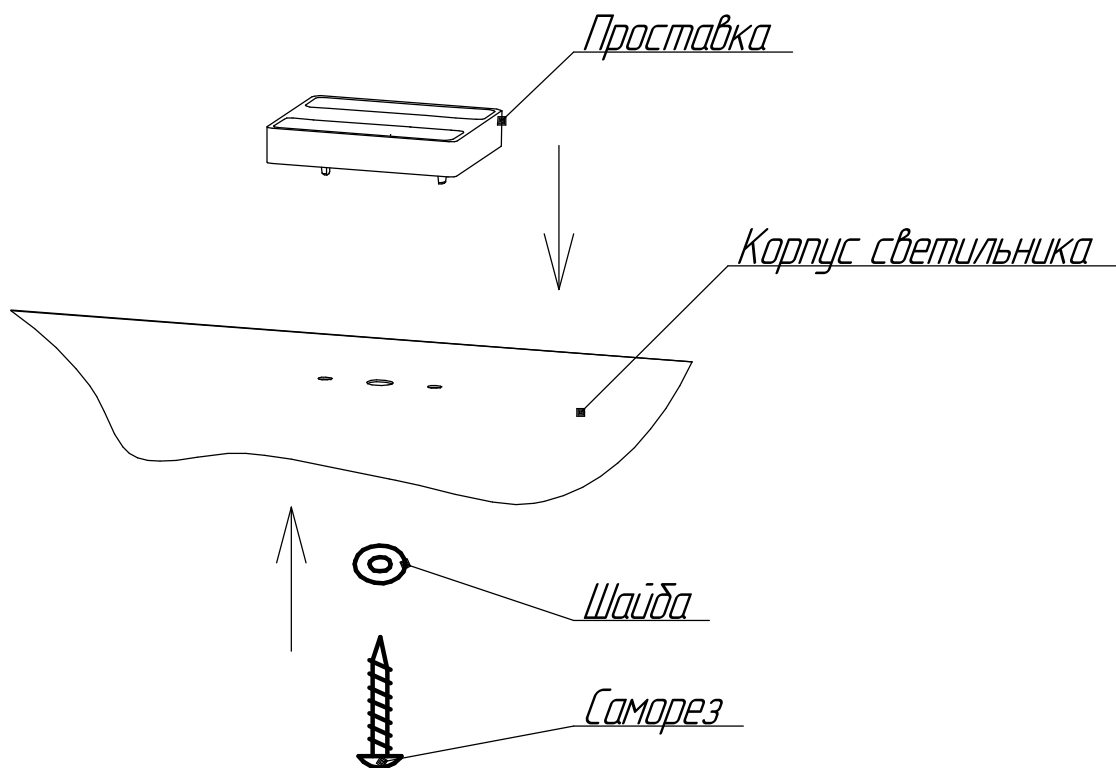

Рисунок 2 - Схема установки проставки пластиковой и крепления светильника.
5.5 Установите проставки пластиковые поз.4 в отверстия возле крепежных мест (рис. 2).